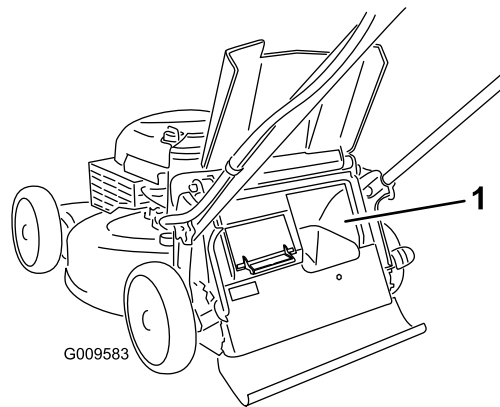

Figura 19
**Importante:** Para asegurar un funcionamiento correcto, apague el motor, espere a que se detengan todas las piezas en movimiento, y luego retire cualquier recorte de hierba y otros residuos de la tapa de embolsado a pedido y del hueco adyacente (Figura 19) antes de mover la palanca de embolsado a pedido de una posición a la otra.